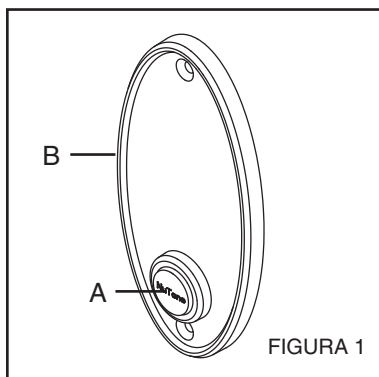

FIGURA 1
2. Asegúrese de que el conjunto del botón (A) esté totalmente insertado en el escudete (B). (Figura 1) Instale el timbre y los cables del transformador en los terminales del botón.